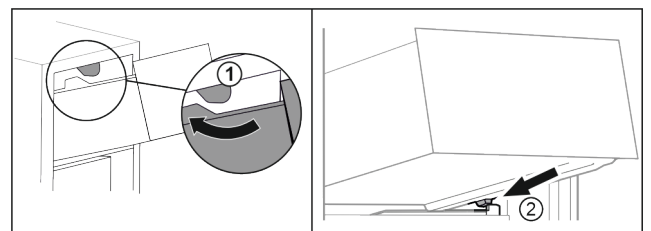

Fig. 83
- Far passare il cassetto sui fermi superiori. Fig. 83 (1)
- Applicare il cassetto inclinandolo dietro i fermi inferiori sulla nervatura del contenitore. Fig. 83 (2)